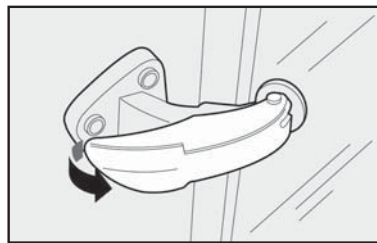

fig. 71
- 1) Movimentar a alavanca da maçaneta de abertura tal como indicado pela seta na **fig. 71**, puxando-a até que o vidro se abra completamente.